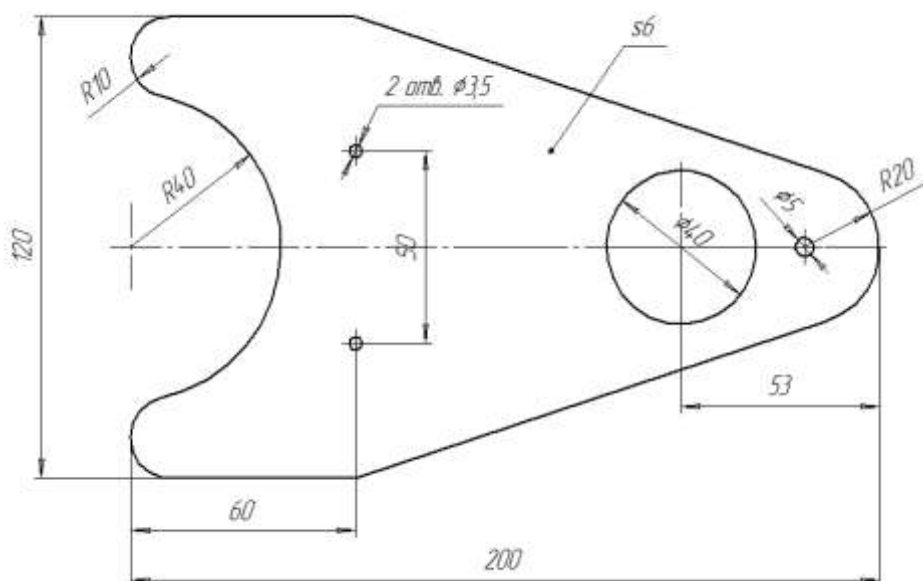

Рис. 1
1. По чертежу Рис. 1 изготовить заднюю стенку «настенной полки», материал-фанера, заготовка 250×150×6мм;